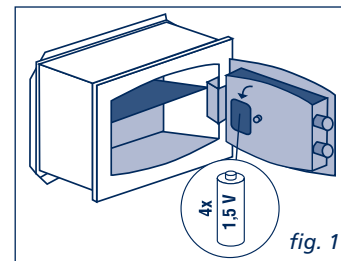

fig. 1
- Pour le correct fonctionnement de la serrure, avant d'utiliser le coffre insérer n. 4 batteries alcalines à 1,5 V (fig. 1).
- Si le coffre n'est pas utilisé pendant des longs périodes, enlever les batteries (fig. 1).
Si la serrure électronique émet trois signaux acoustiques longs après la fermeture ou l'ouverture du coffre-fort, cela signifie que les piles sont déchargées. Les remplacer immédiatement (fig. 1).
- Per il corretto funzionamento della serratura inserire le 4 pile alcaline da 1,5 volts nell'apposito contenitore (fig. 1).
- Se la cassaforte non viene utilizzata per lunghi periodi, togliere le batterie (fig. 1).
Se la serratura elettronica emette tre segnali acustici lunghi dopo la chiusura o apertura della cassaforte significa che le pile sono scariche. Procedere immediatamente alla sostituzione delle stesse (fig. 1).